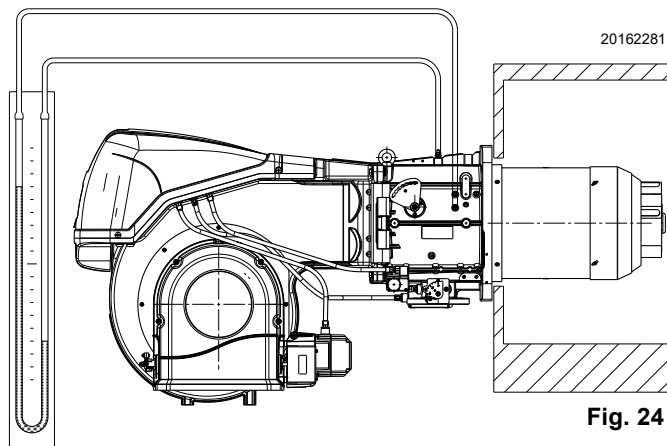

Fig. 24
- Monter un manomètre en U ou un manomètre de type différentiel (Fig. 24), avec la prise (+) sur la pression de gaz du manchon et (-) dans la chambre de combustion. Il sert à mesurer approximativement la puissance MAX. du brûleur, à l'aide du .